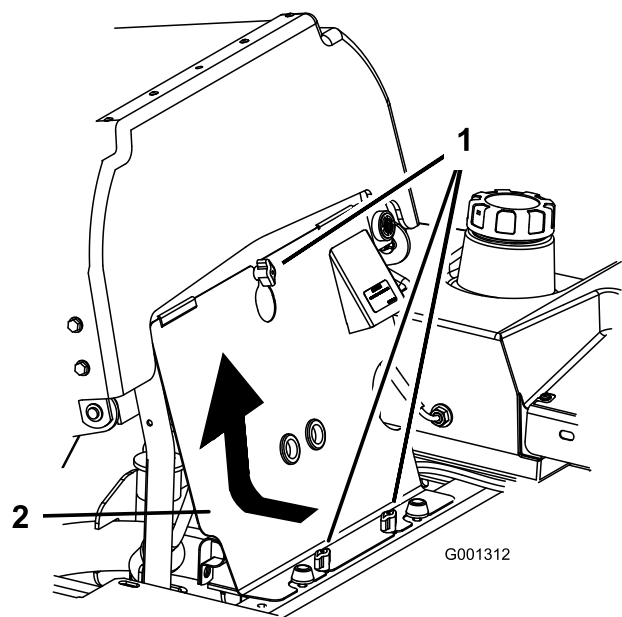

Figura 66
1. Incline o banco para a frente e retire o painel dianteiro do motor (Figura 66).